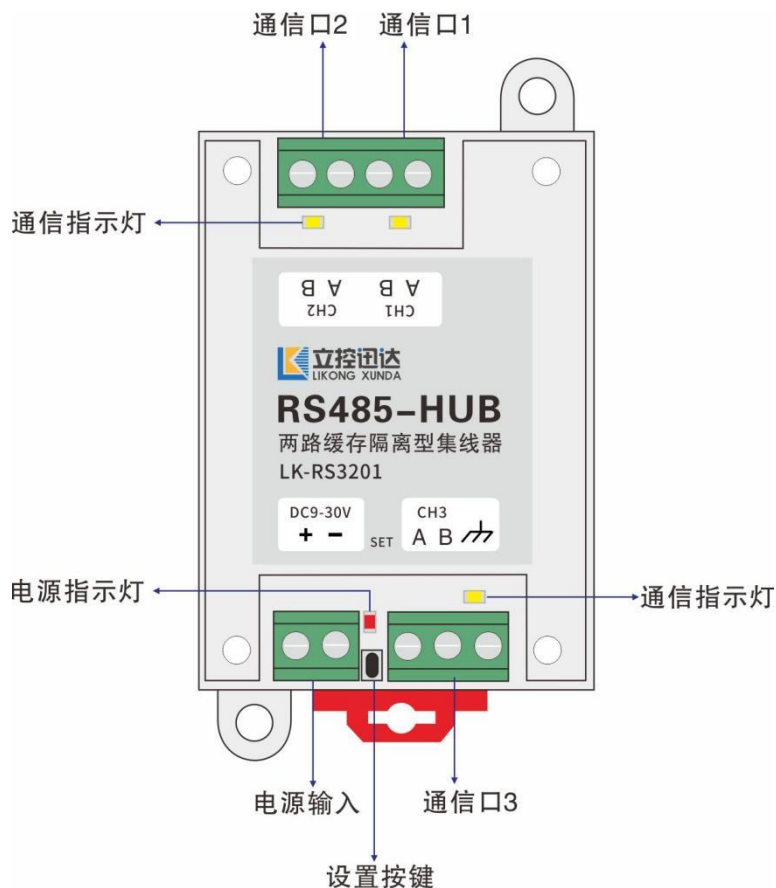

图 5.1
4、按下 RS485 集线器“设置”键（见接口说明图 5.1）3 秒待 CH1 通道的指示灯闪烁松开，此时集线器进入配置模式。在软件的设备信息里点击“搜索设备”按钮，获取到设备信息说明连接成功。